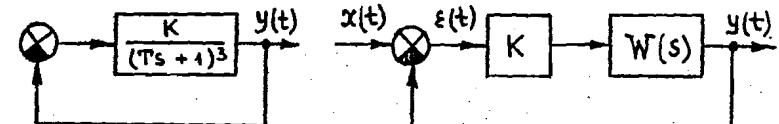

Рис.25
12. Соедините эти звенья последовательно и охватите их единичной отрицательной обратной связью, как показано на рис.25.
17. Измените знак обратной связи в схеме рис.25 и повторите эксперименты и расчеты пп.13 - 16.
18. Для системы, изображенной на рис.25, постройте корневой годограф при $0 \leq K < \infty$ для разных знаков обратной связи. Поясните способ определения K_{kp} с помощью корневого годографа.